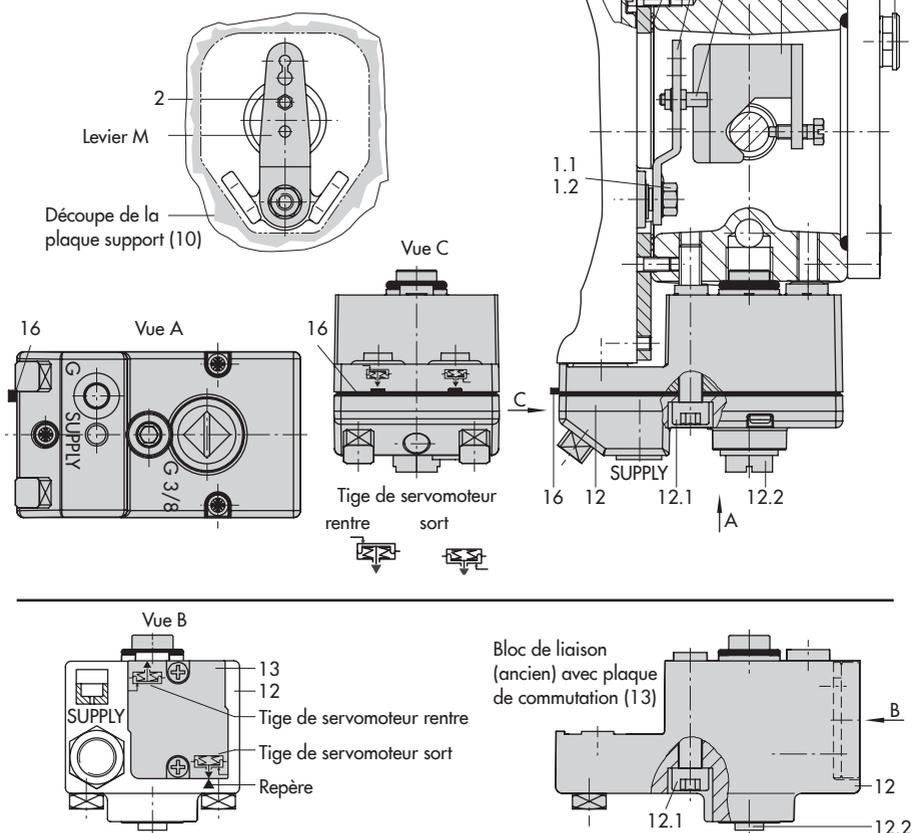

Fig. 5-6: Montage direct – Raccord de pression de commande pour servomoteur type 3277 de 175 à 750 cm²
Servomoteurs de 175 à 750 cm² (cf. Fig. 5-6)
- Placer la plaque de transmission (3) sur la tige de servomoteur en vérifiant que la vis de fixation est positionnée correctement dans la rainure de la tige de servomoteur.
- Fixer la plaque support (10) sur le servomoteur de sorte que la partie étroite de la découpe (Fig. 5-6, à gauche) soit orientée vers les raccords pneumatiques du positionneur et que le joint plat (14) collé se trouve du côté de l'arcade.
- Avec des servomoteurs de 355, 700 et 750 cm², le positionneur est équipé d'un levier M (1) à l'arrière de son corps. Retirer le palpeur (2) en position 35 et le remplacer dans le perçage en position 50, puis visser. Maintenir le levier au milieu de manière à ce qu'il n'entre pas en contact avec les butées.
- Placer le joint torique (15) dans la rainure du corps du positionneur.
- Placer le positionneur sur la plaque support de sorte que le palpeur (2) repose sur la plaque de transmission (3). Ajuster en conséquence le levier (1) et maintenir l'arbre du positionneur en s'aidant du bouton ou capuchon accessible après ouverture du couvercle du positionneur. L'effort des ressorts doit plaquer le levier (1) contre la plaque de transmission. Fixer le positionneur sur la plaque support (10) avec ses deux vis.
- Pour le nouveau bloc de raccordement, la languette du joint (16) du bloc de raccordement doit être positionnée conformément à l'exécution du servomoteur : soit « Tige sort par manque d'air », soit « Tige entre par manque d'air ». Si ce n'est pas le cas, desserrer les trois vis de fixation, retirer le couvercle, puis tourner le joint (16) à 180° avant de le remettre en place.
Avec l'ancien bloc de liaison (Fig. 5-6, en bas), la plaque de commutation (13) doit être positionnée en face du repère correspondant à l'exécution du servomoteur.